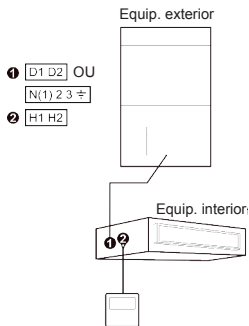
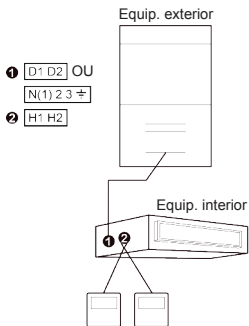
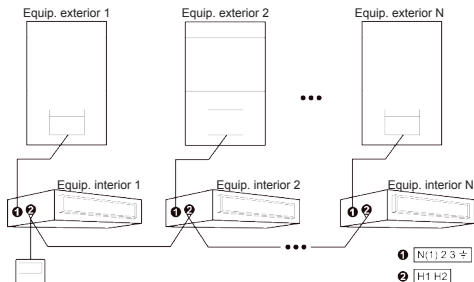
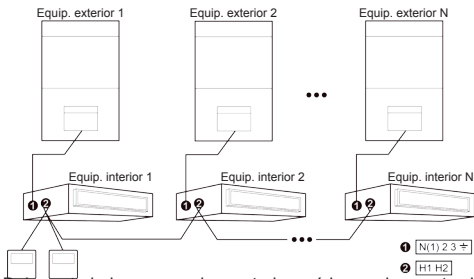

Fig. 4.4 Um controlador por cabo controla um equipamento interior
Fig. 4.5 Dois controladores por cabo controlam um equipamento interior
Fig. 4.8 Um controlador por cabo controla múltiplos equipamentos interiores Atlas simultaneamente
Fig. 4.9 Dois controladores por cabo controlam vários equipamentos interiores Atlas simultaneamente
- (1) Os métodos de cablagem nas fig. 4.4, fig. 4.5, fig. 4.8 e fig. 4.9 podem ser utilizados para o controlador por cabo que liga o equipamento Atlas.
- (2) Os métodos de cablagem nas figs. 4.4 a 4.7 podem ser utilizados para o controlador por cabo que liga o equipamento VRF.
- (3) Apenas os métodos de cablagem nas fig. 4.4 e fig. 4.5 podem ser utilizados para o controlador por cabo que liga o equipamento tipo conduta grande ou equipamento incluído refrigerado a ar, ou seja, um (ou dois) controlador(es) por cabo pode(m) controlar apenas um equipamento interior, não pode(m) controlar vários equipamentos interiores de sistemas diferentes.
- (4) Quando um (ou dois) controlador(es) por cabo controla(m) múltiplos equipamentos interiores em simultâneo, o controlador por cabo pode ligar-se a qualquer um dos equipamentos interiores, desde que estes pertençam sempre à mesma série. O total de equipamentos interiores controlados pelo controlador por cabo não pode exceder os 16, e todos os equipamentos interiores ligados devem estar na mesma rede. O controlador por cabo deve definir a quantidade de equipamentos interiores controlados em grupo. Consulte 4.2.3 Configuração dos parâmetros "P14".
- (5) Quando dois controladores por cabo controlam um (ou mais) equipamento(s) interior(es), os endereços desses dois controladores por cabo devem ser diferentes. Consulte 4.2.3 Configuração dos parâmetros "P13".
- (6) O terminal do controlador por cabo é não-polarizado e não pode ser ligado a uma corrente elétrica forte.